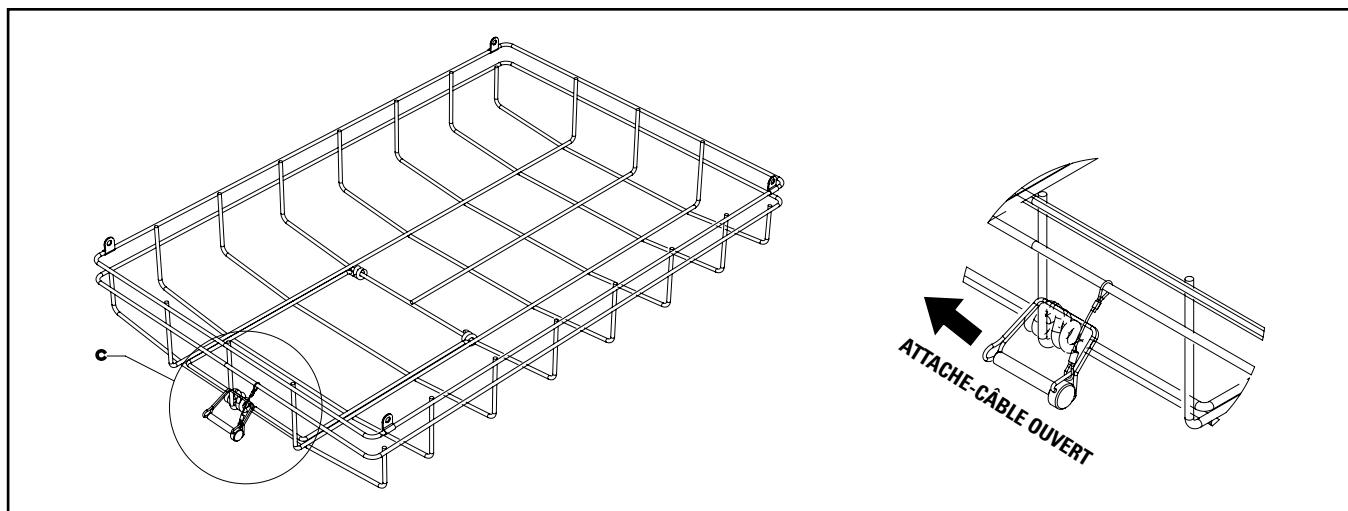

Figure 2.
2. Déverrouillez l'axe en tirant sur l'attache-câble pour l'ouvrir. (Figure 2)